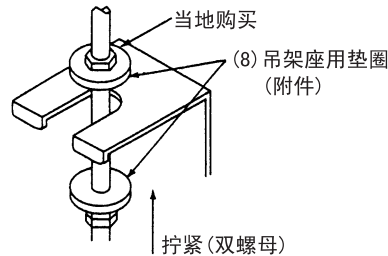

图7
- 将吊架座挂在吊脚螺栓上。吊架座的上下两面都要用垫圈和螺母确实固定好。（请参见图7）